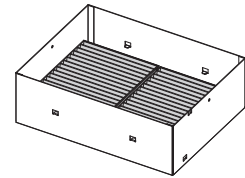

Abb. 3
- Nachdem die beiden Luftfiltereinheiten angebracht wurden (Abb. 3), fahren Sie mit „Anbringen der Abdeckung des langlebigen Filters“ (➔ Seite 289) fort.